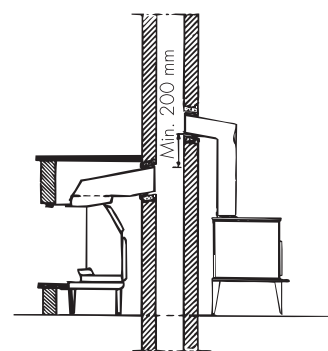

Fig. 1
**NB! Vedovn i samme etasje bør ha røykuttak minst 200 mm høyere enn peisovnen (se fig. 1).**